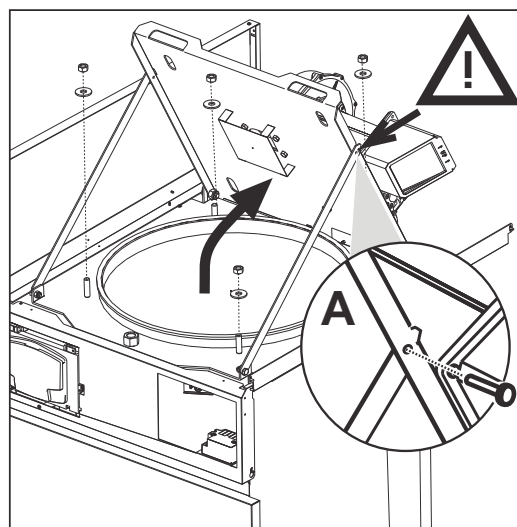

fig. 69
2. Extraiga las cuatro tuercas y arandelas (fig. 69).
3. Abra la puerta del quemador (fig. 69).
Después de abrir la puerta del quemador y de engancharla en los brazos de soporte, es obligatorio introducir el perno en el orificio de seguridad (A - fig. 69) para evitar que la puerta se desenganche accidentalmente durante el mantenimiento.